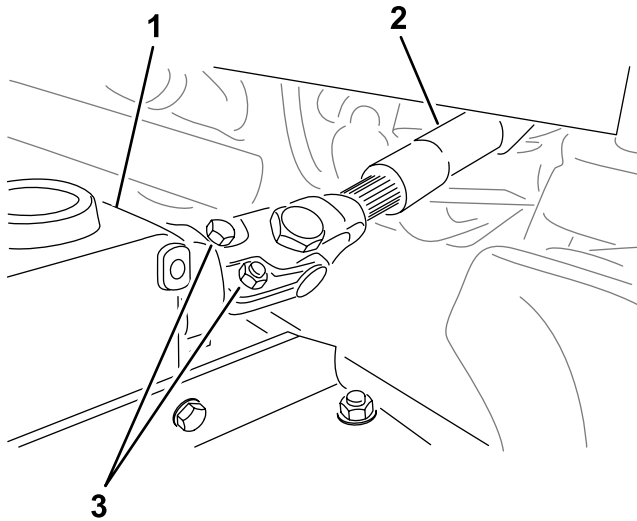

Figura 20
5. Togliete i bulloni e i dadi dall'albero della PDF (Figura 20) e fate scorrere la forcella via dalla scatola ingranaggi.